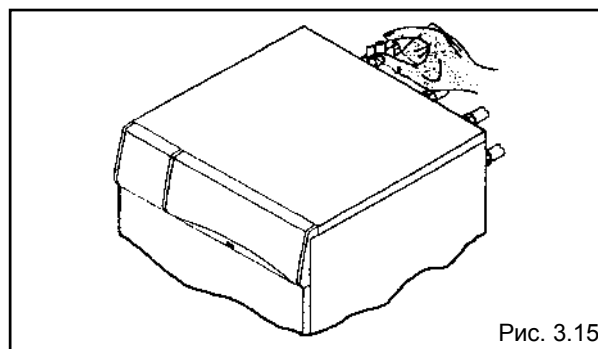

Рис. 3.15
- убедитесь, что все краны подпитки системы закрыты (рис. 3.15).